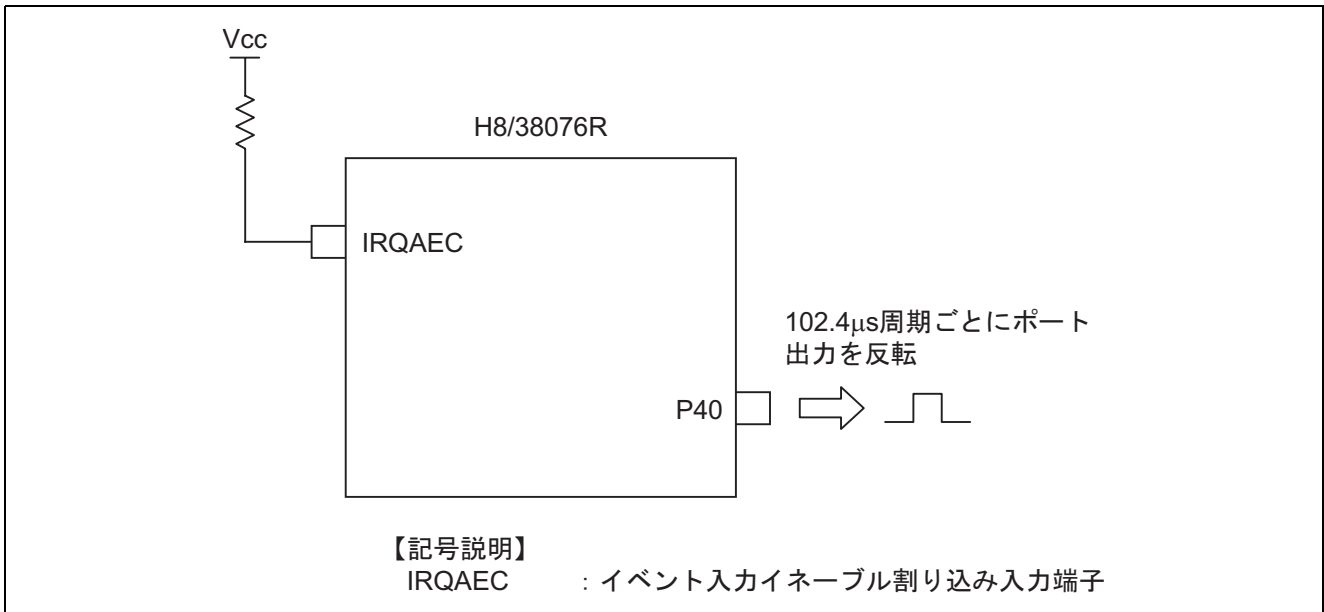

図 1 8ビットモードによる AEC のインターバルタイマ動作例
- 図 1 に示すように、8 ビットモードによる非同期イベントカウンタをインターバルタイマとして使用し、一定周期 (102.4 μ s) ごとに P40 端子の出力を反転させます。